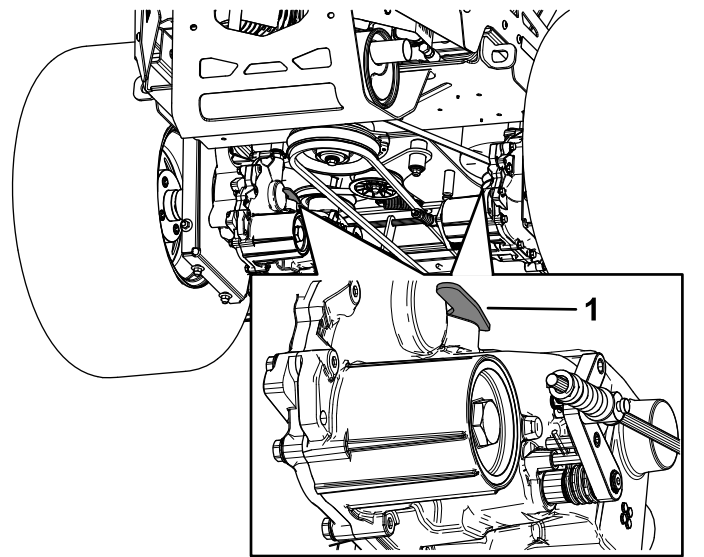

Bild 35
3. Wenn Sie die Maschine schieben müssen, schieben Sie beide Sicherheitshebel nach vorne und arretieren Sie diese (Bild 35).
5. Ziehen Sie beide Sicherheitshebel nach hinten und arretieren Sie diese, um die Maschine wieder normal zu betreiben (Bild 35).